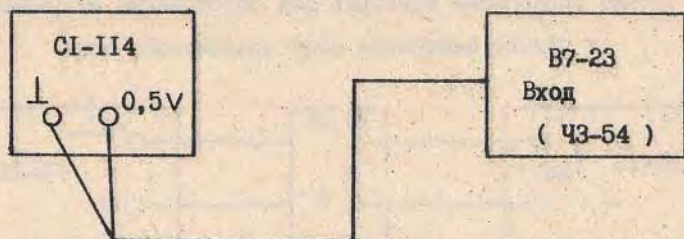

Рис.16
14.3.3.1. Определение основной погрешности установки напряжения и частоты калибратора производится методом непосредственной оценки цифровым вольтметром В7-23 и частотомером ЧЗ-54 (рис.16).